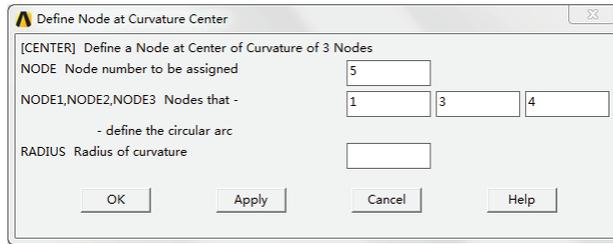

图 5-67 由节点确定的曲率中心上创建节点对话框
3) 【At Curvature Ctr】：在选中的 3 个节点确定的曲率中心上创建节点，单击该子菜单，弹出如图 5-67 所示的对话框。